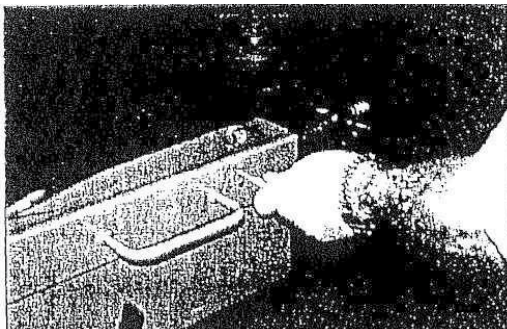
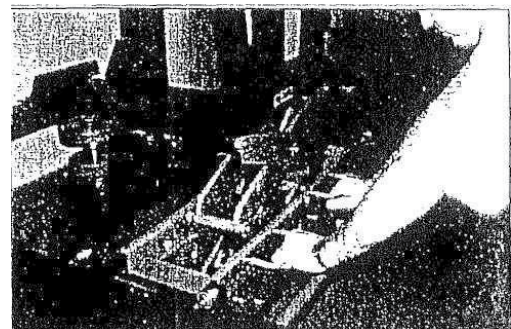

Рис. 17
Рис. 18
2. После проверки правильности установки траверсы на подъемник, снимите тросы и проверьте свободное перемещение траверсы вдоль платформ. После этого поднимите автомобиль на подъемнике, как указано в инструкции. Когда автомобиль будет поднят, переместите траверсу на требуемое место, прикрепите направляющие для скольжения (рис. 17) и переместите траверсу, толкая ее в центральной части. Руки должны оставаться на рукоятке в стороне от скользящих роликов (рис. 18).